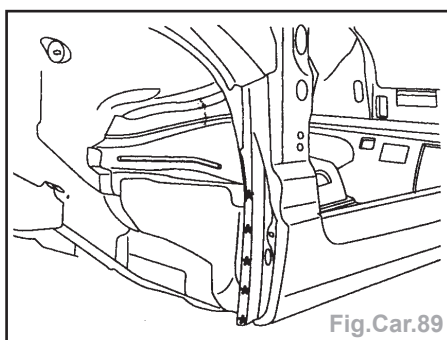

Fig.Car.89
- Découper par fraisage des points (Fig.Car.89 et 90).